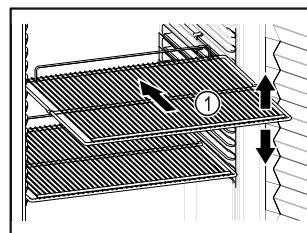

Fig. 57 Eksempelfremstilling
- Hvis oppbevaringshyllene Fig. 57 (1) kan flyttes, juster etter høyden.